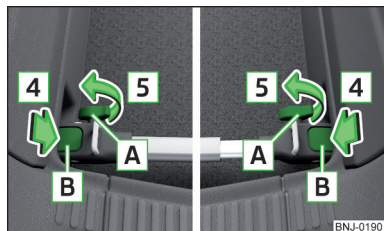

Fig. 106
- Împingeți suporturile **B** în sensul săgeților **4** până la fixarea cu un sunet specific » fig. 106.